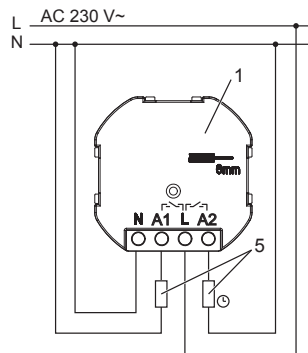

Bild 3: Anschluss
- Last gemäß Anschlussplan (Bild 3 oder 4) anschließen.
- Einsatz (1) in Gerätedose montieren, Anschlussklemmen müssen unten liegen.
- Rahmen (2) und Aufsatz (3) aufstecken.